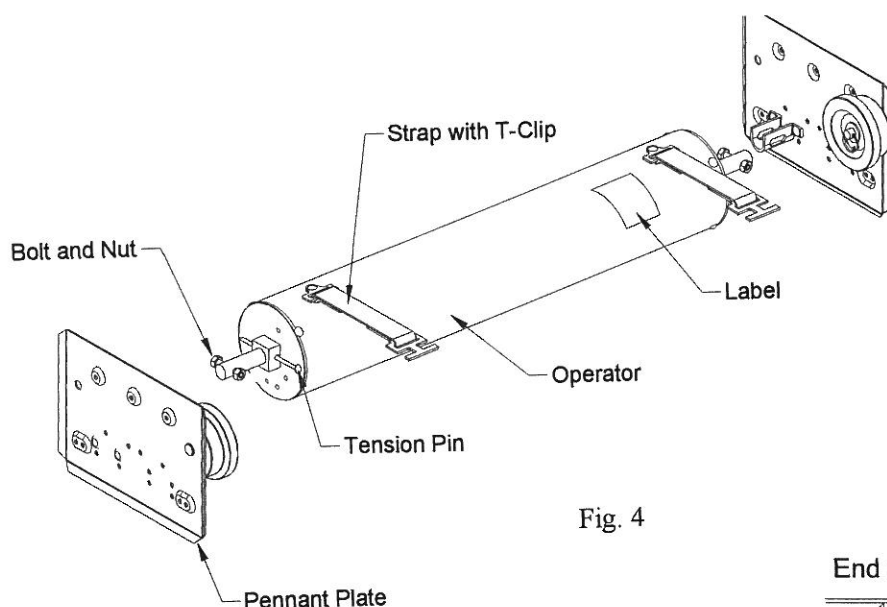

Fig. 4
- a) ペナントプレートのUブラケットの上に巻取ドラムのシャフトを置いてください。図4で示すように室内を見てラベルが右に来るようにしてください。